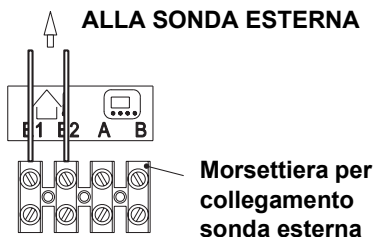

Figura 5.30 Morsettierà.
- 2 Collegare ai morsetti E1 e E2 della morsettierà i due conduttori elettrici come indicato in **Figura 5.30**